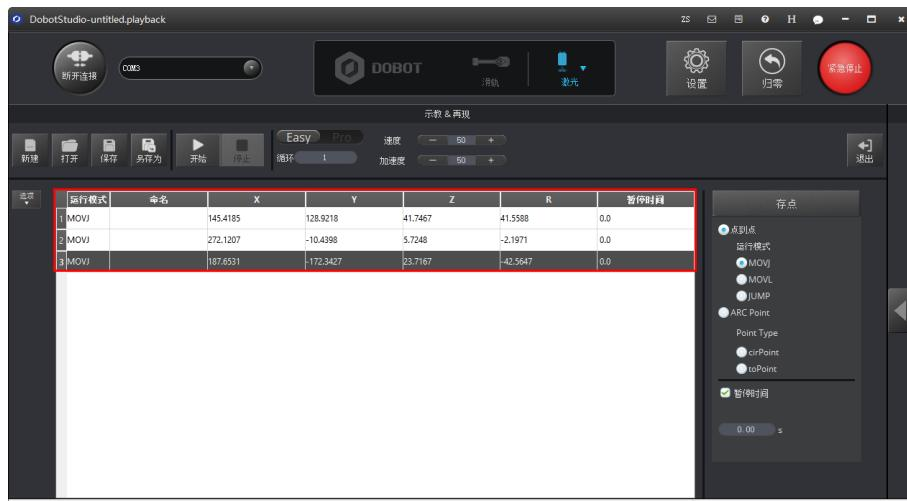

图 2.23 B 和 C 点位置坐标
4. 参照 2~3，将机械臂移动到另外两个位置，假设为B点和C点，机械臂会记录这两点的坐标。如图 2.23 所示。